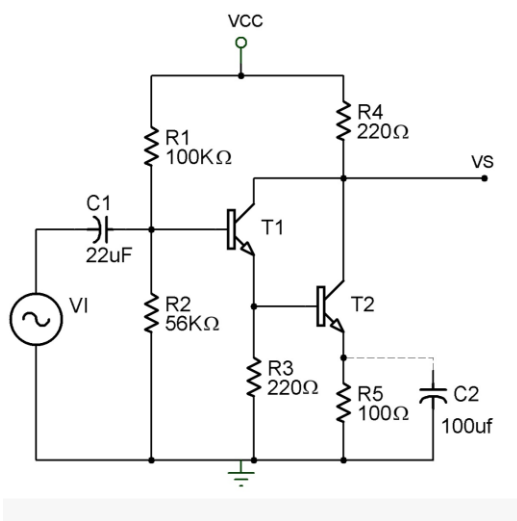

Figura 4.4
6. Con V_i apagado, arme el circuito de la figura 4.4, después mida y anote los valores que se indican en la Tabla 4.5.